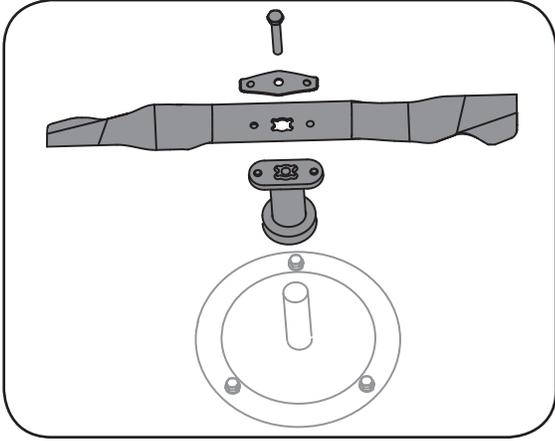

Figure 5-2
1. Enlevez le boulon et le support de la lame qui maintiennent la lame et l'adaptateur sur le vilebrequin. Voir la Figure 5-2.